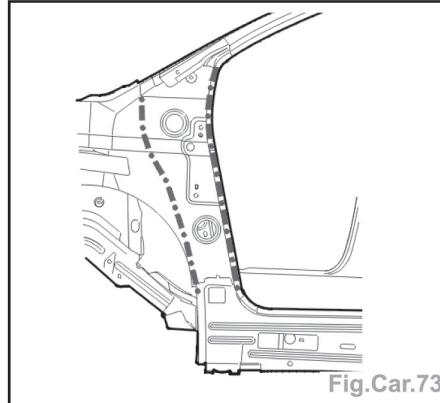

Fig.Car.73
- Préparer les bords d'accostage (Fig.Car.73).